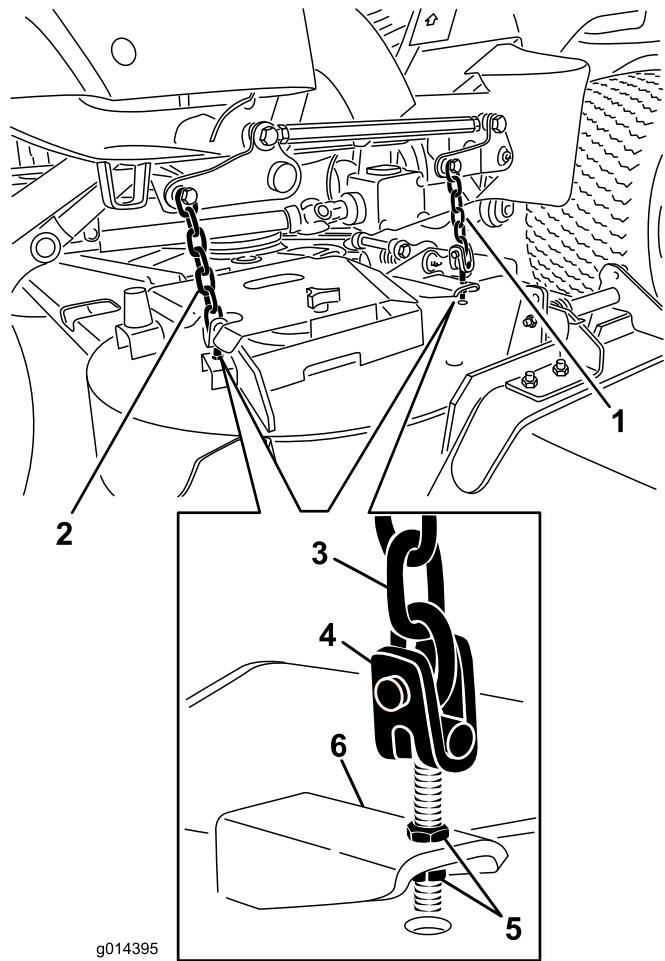

Figura 70
- Ajuste las contratuerca que fijan las horquillas/cadenas a la carcasa del cortacésped hasta que la carcasa del cortacésped quede nivelada (Figura 70).
7. Ajuste las contratuerca que fijan las horquillas/cadenas de la parte trasera de la carcasa para elevar la parte trasera, hasta que la inclinación de las cuchillas sea de 8 mm (Figura 70).